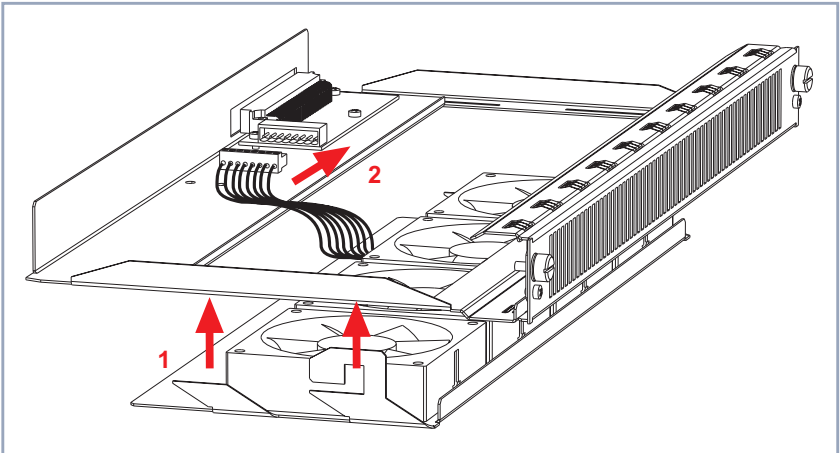

Bild 1-2: Installation der Lüftereinheit in die Lüfterkassette
- Installieren Sie die Lüftereinheit in die Lüfterkassette wie in Bild 1-2, Seite 9, Pfeil Nr. 1.
- Verbinden Sie den Steckverbinder der Lüftereinheit mit der Lüfterkassette wie in Bild 1-2, Seite 9, Pfeil Nr. 2.